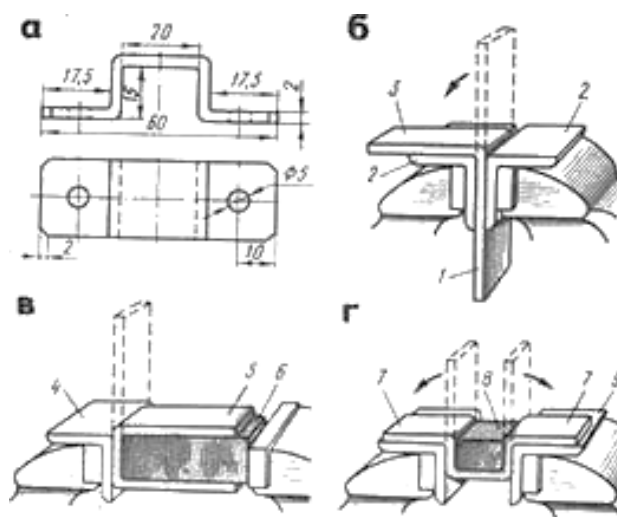

Рисунок 20 - Чертеж и последовательность выполнения скобы
6. Ударами молотка, направленными к неподвижной губке, изогнуть полосу под прямым углом. Следить, чтобы на детали не было вмятин. При необходимости применять молоток со вставкой из мягкого металла или брусок (см. рисунок 20).